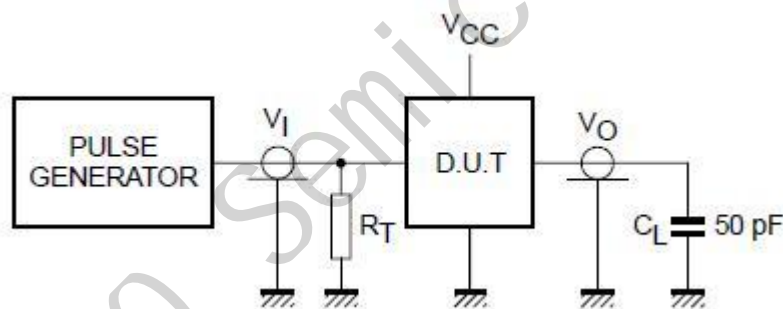

图5、交流测试图
3.3.3 交流参数 1 (除非另有规定, $T_{amb}= 25^\circ\text{C}$, $GND=0$, $t_r = t_f = 6.0ns$, $C_L=50pF$; 见图4, 图5)
3.3.4 交流参数 2 (除非另有规定, $T_{amb}= -40 \sim +85 \text{ } ^\circ\text{C}$, $GND=0, t_r = t_f = 6.0ns, C_L=50pF$; 见图4, 图5)